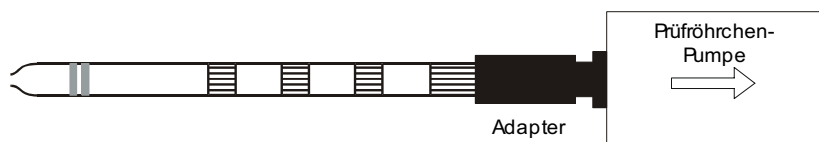

Abb. 1
- Prüfröhrchen mit dem Adapter verbinden und dicht in Aufnahme der Pumpe einsetzen. Die farbigen Ringe auf dem Röhrchen müssen von der Pumpe wegweisen. (**Abb. 1**). KWIKDRAW Toximeter II: Faktor 1, F1, saugseitig benutzen.